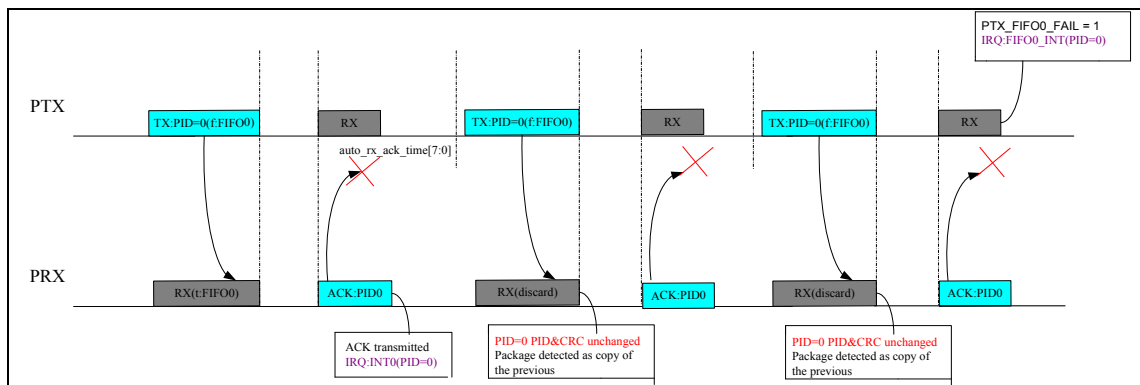

图 14-6 PTX 自动重传情况 3 中断示意图(重发超时，重发次数为 2)
- ◆ PTX 如果在 AUTO_RX_ACK_TIME 时间内没有成功接收到 PRX 发送的 ACK 信号, PTX 将自动重传上一个数据包。如重传次数超过设定次数 RE_TX_TIMES 加 1 (MISC0 寄存器的 Bit11-Bit8), INT 寄存器中的 INTn 中断标志位与 FIFO 发送指示位 PTX_FIFO_n_FAIL (FIFOCTRL 寄存器的 Bit15) 将同时置 '1' 指示发送失败 (详见图 14-4 至图 14-6)。